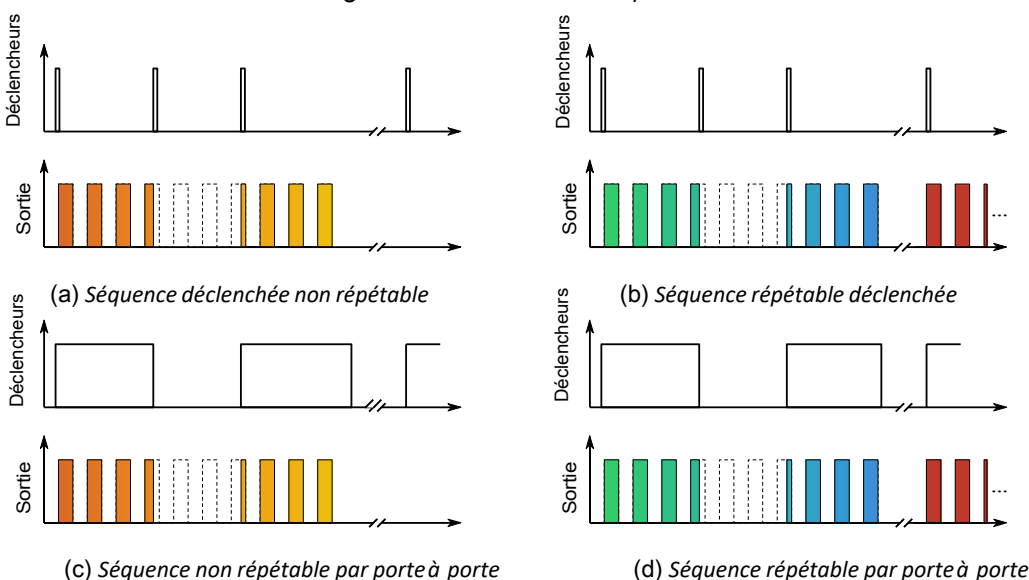

Figure 4.10 : Mode de poursuite de la séquence
- **Continuer** : Ce mode active la séquence de canaux lorsqu'un front montant supérieur à 3,3 V est détecté sur l'entrée BNC (Fig. 4.10). L'impulsion d'entrée suivante (en cas de *déclenchement*, Fig. 4.10a) ou un front descendant (en cas de *déclenchement*, Fig. 4.10c) éteint la sortie, mais la séquence se poursuit. La sortie sera réactivée à la réception du front montant suivant. Les déclencheurs n'affectent que la valeur de la tension de sortie. Lorsque la case **Séquence répétable** est cochée, la séquence redémarre à l'arrivée de la première impulsion d'entrée après la fin de la séquence (figures 4.10b et 4.10d).